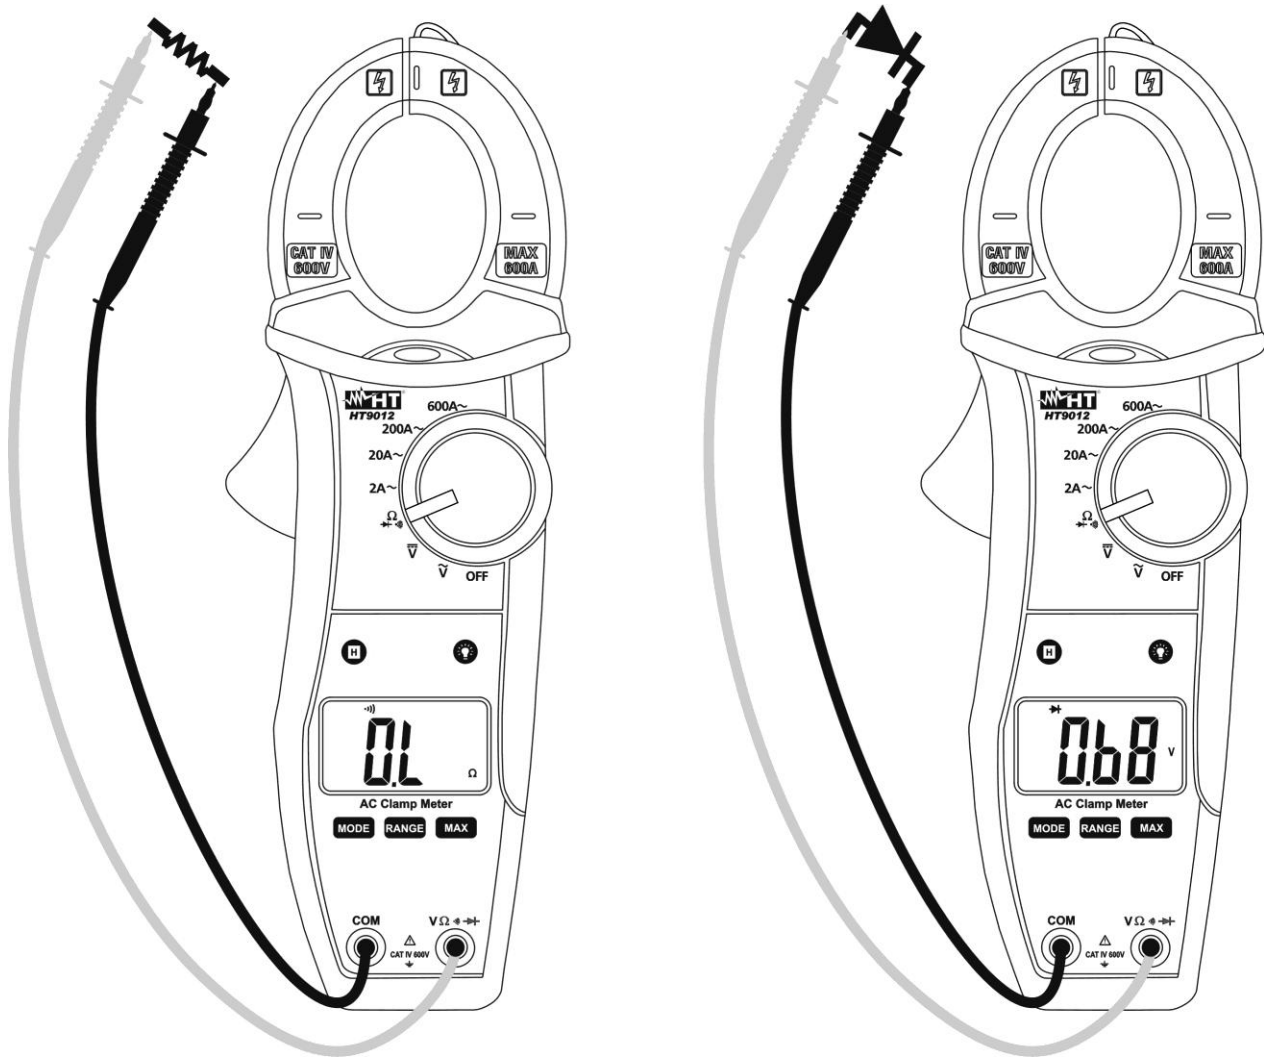

Fig. 7: Uso della pinza per Test Continuità e Prova Diodi
3. Inserire il cavo rosso nel terminale di ingresso  $V \Omega \rightarrow \text{diode symbol}$  e il cavo nero nel terminale di ingresso **COM** ed eseguire il test di continuità sull'oggetto in prova (vedere Fig. 7 – parte sinistra). Il cicalino emette un segnale acustico quando il valore della resistenza misurata è inferiore a circa  $100\Omega$
5. Connettere il puntale rosso all'anodo del diodo e il puntale nero al catodo in caso di misura di polarizzazione diretta (vedere Fig. 7 – parte destra)